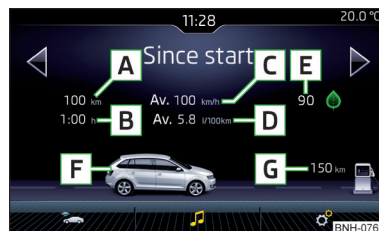

Fig. 43
**Visualización de la pantalla » fig. 43**